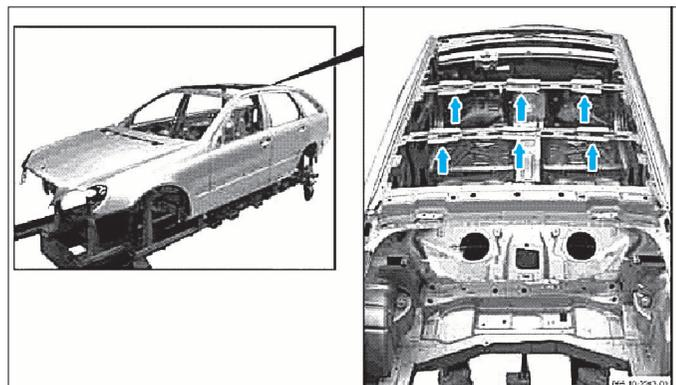

FIG. 133
- Appliquer un produit d'étanchéité (de type colle à pare-brise) sur les traverses de pavillon (Fig.133).